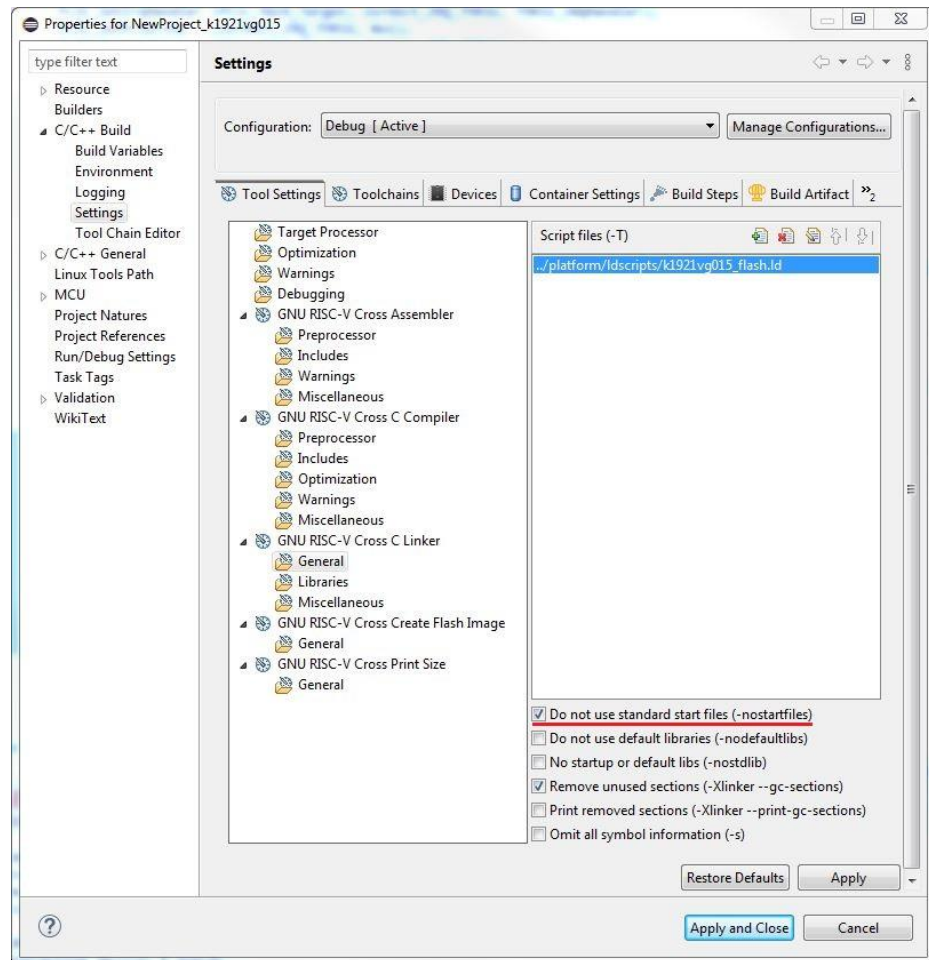

Рисунок 3.26 – Указание пути к скрипту линкера
6. Указать путь к скрипту линкера, а также выбрать настройки линкера (см. рисунок 3.26).
Для удобства работы с примерами можно пользоваться глобальными определениями в настройках каждого проекта (см. рисунок 3.26 «Указание директив препроцессора»). Глобальные определения учитываются в файле system_k1921vg015.c (для K1921VG015) при сборке проекта.